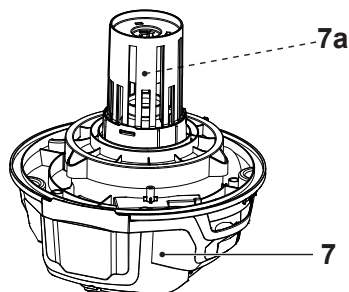

Fig. 18
El producto cuenta con una válvula de seguridad (7a) para evitar que el agua entre en la unidad del motor (7) cuando se aspira en húmedo (Fig. 18). Antes de usarla, compruebe que la válvula de seguridad se mueve libremente en su caja.